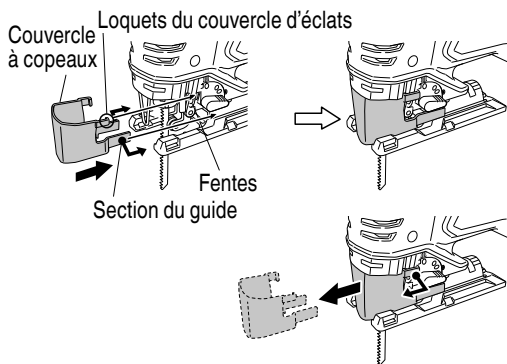

Fig.17
10. Pose et dépose du couvercle d'éclats (Fig. 17)